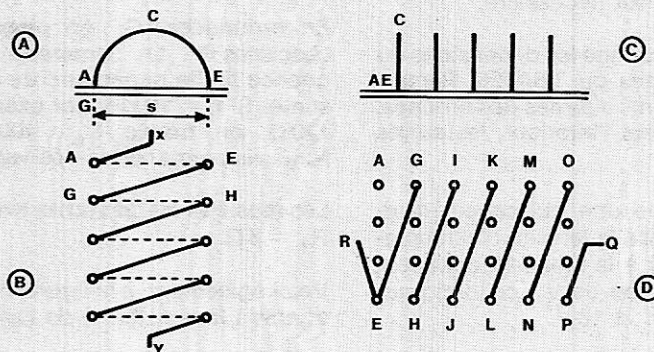

Figure 1
Les auteurs mentionnés plus haut ont créé des bobines en « D » de construction hybride. A la **figure 1** on montre en (A) la spire ABCE d'une bobine constituée par la partie rectiligne AE imprimée et la partie courbe réalisée avec du fil. La bobine en « D » peut comporter une ou plusieurs spires comme on le voit en (B) de la figure 1.
En (C) de la figure 1, on montre la platine vue de profil et les plans des spires en forme de « D » comme ACE. Les points A et E sont confondus sur cette représentation.
En (D) figure 1, on montre les portions rectilignes (et obliques) des spires « imprimées » ou à la rigueur réalisées avec des strappes sur une platine à points métallisés.